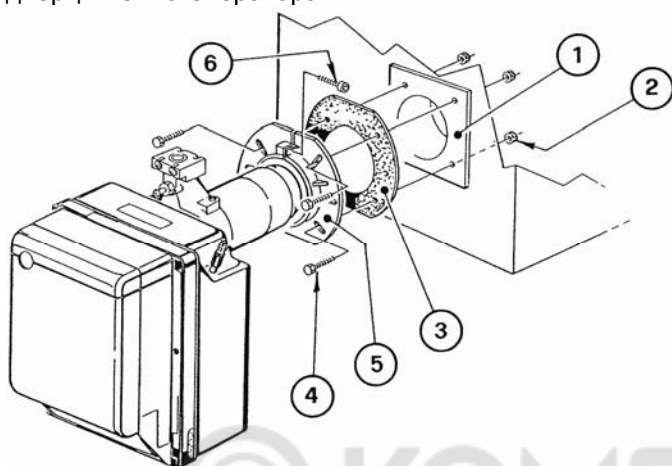

Рис. 7
- Установите фланец (5) с **изоляционной прокладкой** (3) на дверцу котла (1) с помощью четырех болтов (4) (и при необходимости гаек (2), но не затягивайте один из верхних болтов (4) (см. рис.7).
- Вставьте во фланец (5) головку горелки, затяните фланец болтом (6), затем затяните верхний болт (4).